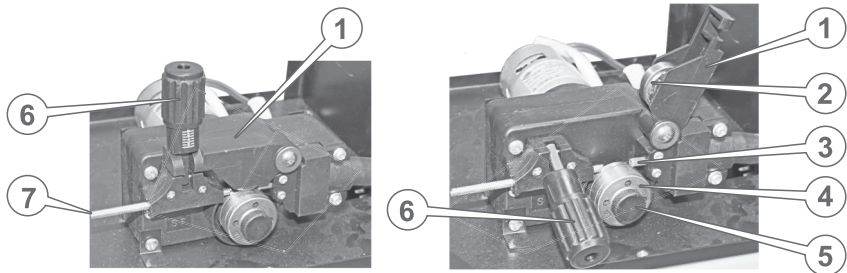

Рисунок 3. Схема (повернуто) заправлення зварювального дроту у механізм подачі.
3. Вставити зварювальний дріт у механізм подачі (2, рис. 2; рис. 3). Для чого необхідно виконати низку наступних дій:
- послабити притискний гвинт (6, рис. 3) і відкинути кронштейн із ним убік, як зображено на рисунку 3;
- підняти планку (1, рис. 3) з притискним роликом (2, рис. 3) для доступу до напрямних механізму протягування;
- переконатися в тому, що на кінці дроту немає задирок, здатних пошкодити внутрішню частину тракту, і вставити зварювальний дріт у напрямний канал (7, рис. 3) та обережно просунути його у вхідний отвір зварювального рукава (3, рис. 3) на 100–150 мм;
- вкласти зварювальний дріт у канавку ролика подачі (4, рис. 3) під вибраний діаметр дроту. За необхідності змінити положення ролика.
Для зміни положення ролика подачі необхідно відкрутити фіксуючий гвинт (5, рис. 3), встановити ролик потрібним боком і зафіксувати.
Планку з притискним роликом повернути до робочого стану і зафіксувати її гвинтом (6, рис. 3).